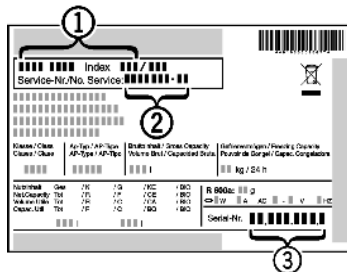

Fig. 4
► Наименование устройства Fig. 4 (1), сервисный № Fig. 4 (2) и серийный № Fig. 4 (3) считайте с заводской таблички. Заводская табличка находится внутри устройства слева.
► Обратитесь в сервисную службу и сообщите вид неисправности, наименование устройства Fig. 4 (1), сервисный № Fig. 4 (2) и серийный № Fig. 4 (3).